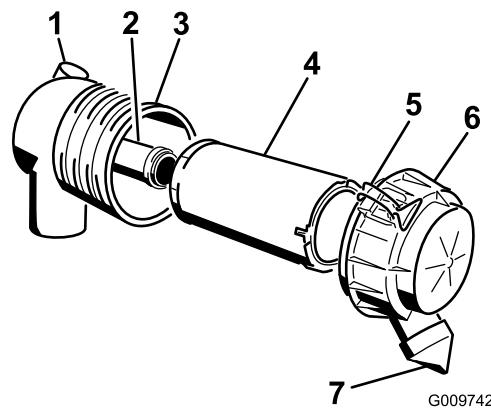

Bild 61
4. Wenn Sie den Sicherheitsfilter auswechseln, schieben Sie den neuen Filter vorsichtig in das Filtergehäuse (Bild 61).
6. Bringen Sie die Luftfilterabdeckung so an, dass die Seite mit UP nach oben zeigt, und rasten Sie die Riegel ein (Bild 61).